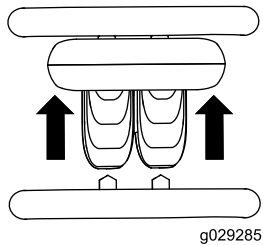

Bild 7
- Bewegen Sie den Fahrerstriebshebel nach vorne, um vorwärts zu fahren (**Bild 7**).